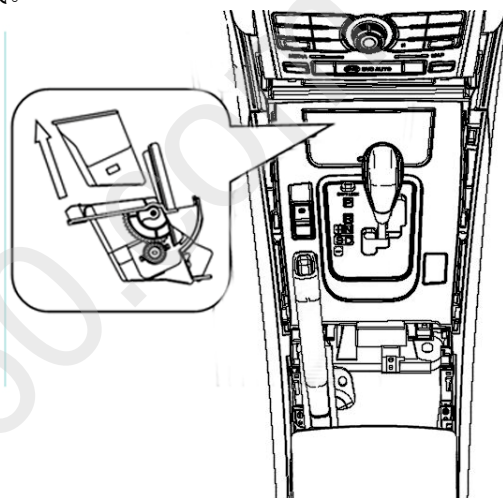

图 2.4.1 前烟灰缸总成拆卸（一）
(2)按压开启前烟灰缸盖，将前烟灰缸体从总成中取出；（图 2.4.1）